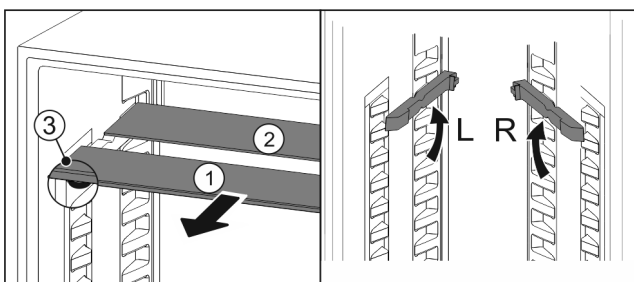

Fig. 53
- ▶ Húzza ki Fig. 53 (1) előre az üveglapokat egyesével.
- ▷ Az üveglap Fig. 53 (1) a díszléccel előre néz.
- ▷ Az ütközők Fig. 53 (3) lefelé mutatnak.